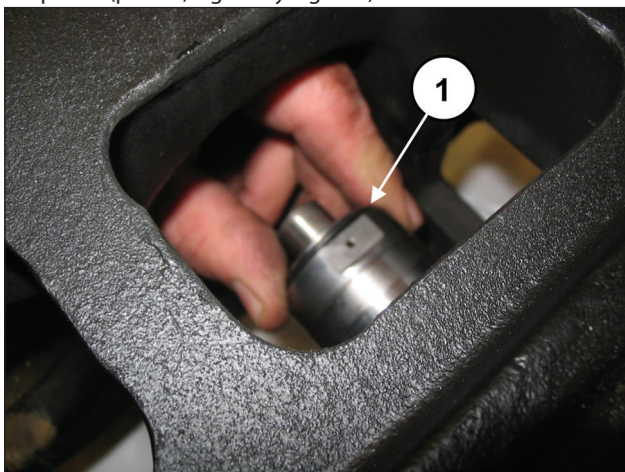
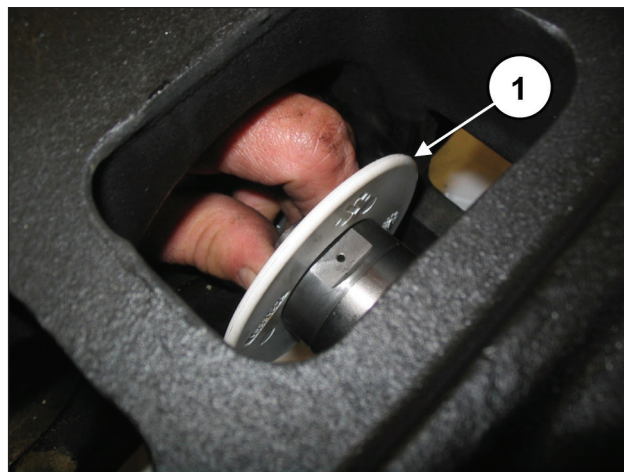

Fig. 144
Fig. 145
Colocar el retén con la junta tórica en el alojamiento de la guía del pistón (pos. ①, Fig. 144 y Fig. 145).